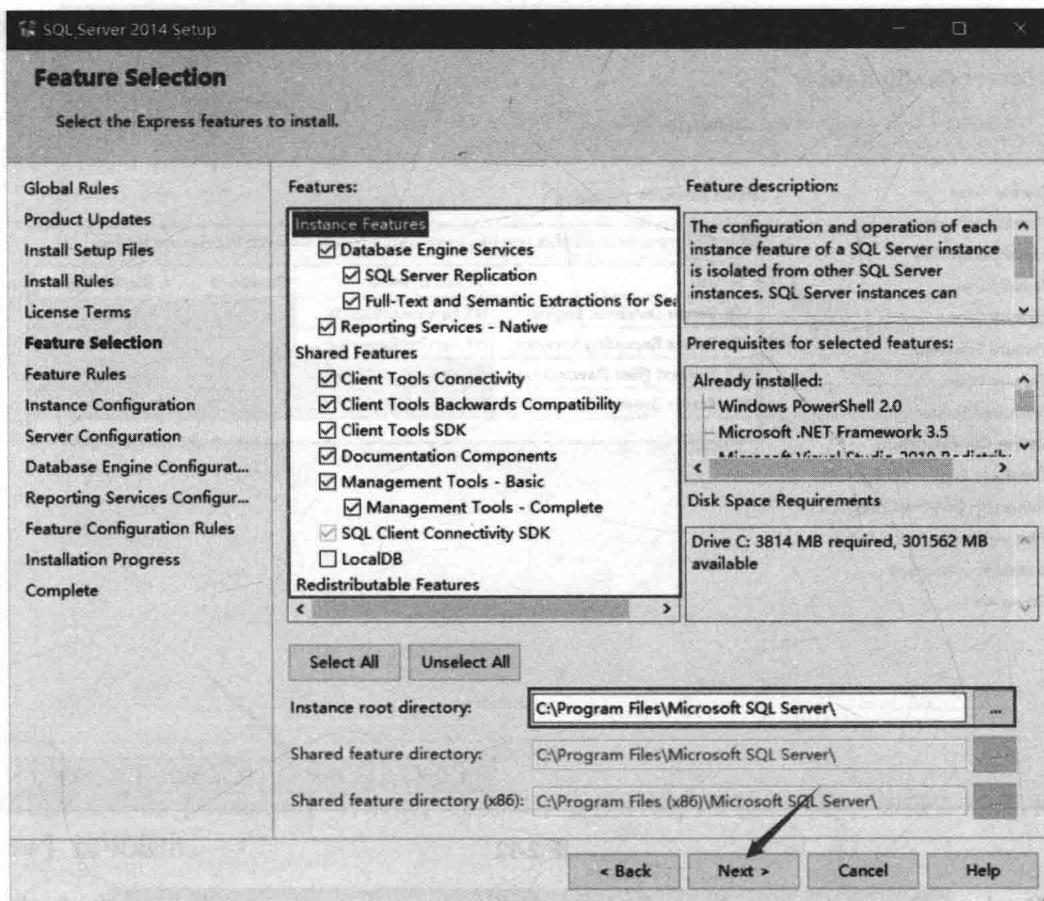

图 2-10
(5) 在【Feature Selection】对话框中默认设置已经被勾选（【Reporting Services】选项为勾选状态），所以这里不需要改动，单击【Next】选项进行下一步，如图 2-10 所示。